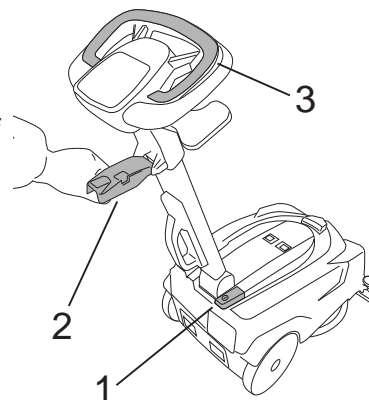

Fig.16
- Tryk på hovedafbryderen (Fig.16-Ref.1).
- Sænk svaberen ved hjælp af løftestangen (Fig.16-Ref.2).
- Aktivér håndtaget til betjening af børsten (Fig.16-Ref.3).
- Løft svaberen ved hjælp af løftestangen (Fig.16-Ref.2).